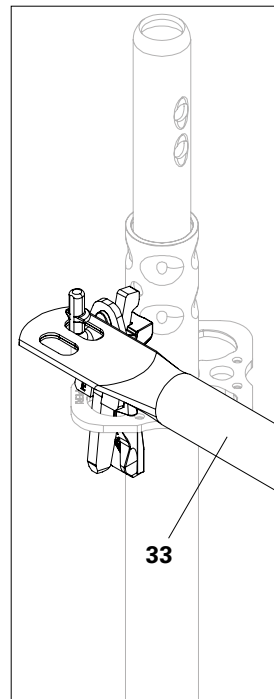
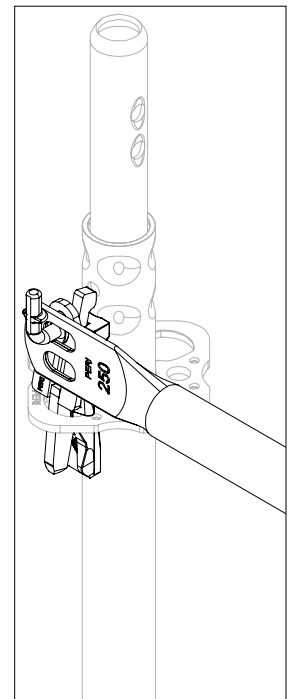

Abb. A11.03b
Abb. A11.03c
2. Geländerholme EPG (**33**) und Zwischenholme an Geländerhaken einhängen. (Abb. A11.03b + Abb. A11.03c)